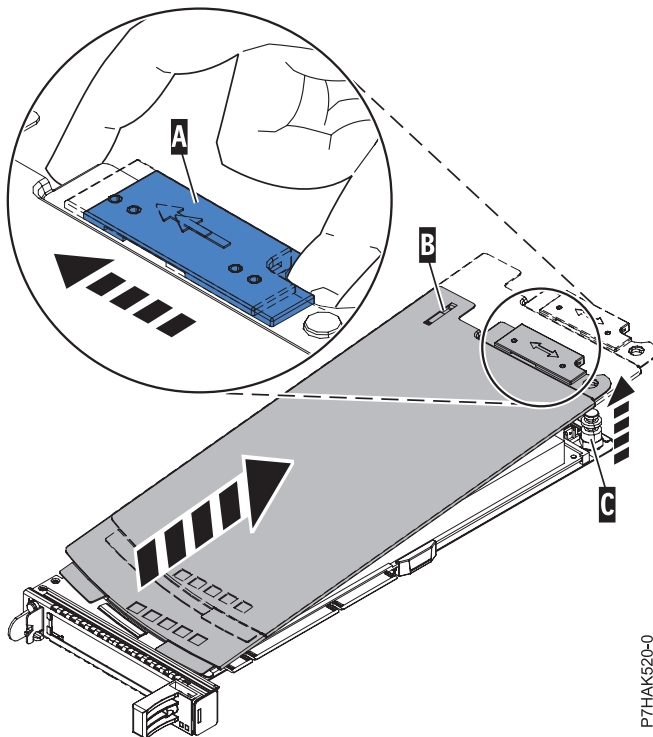

Abbildung 64. Abdeckung der PCI-Adapterkassette ausbauen
- a. Verschieben Sie die Abdeckungsverriegelung (A) so, dass sie sich von dem Drehstift (C) löst (siehe Abb. 64 auf Seite 62).
- b. Heben Sie die Abdeckung (B) von dem Drehstift (C) ab.